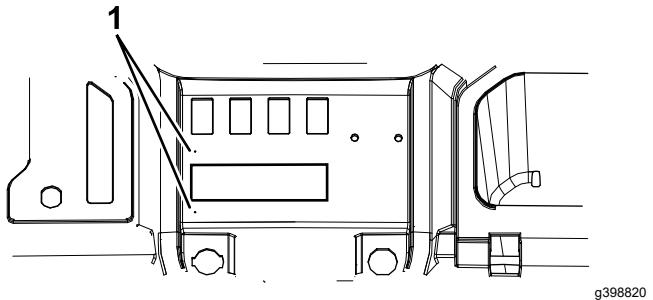

Figura 4
2. Localice las 2 marcas de perforación (Figura 4) y realice 2 orificios piloto (4,76 mm) directamente sobre las marcas.